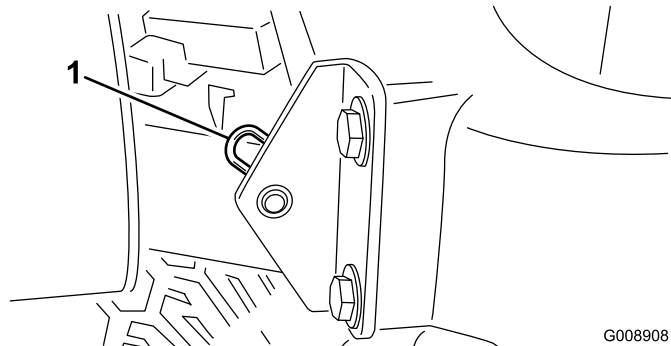

図 29
2. フードのピボット部をブラケットに固定しているヘアピンコッターを抜き取る (図 29)。
注 ローラの注入部（図 29）面一フィッティングなので、グリスガン用ノズルアダプタが必要です。パーツ番号は Toro P/N 107-1998。ご注文は Toro 代理店へ。